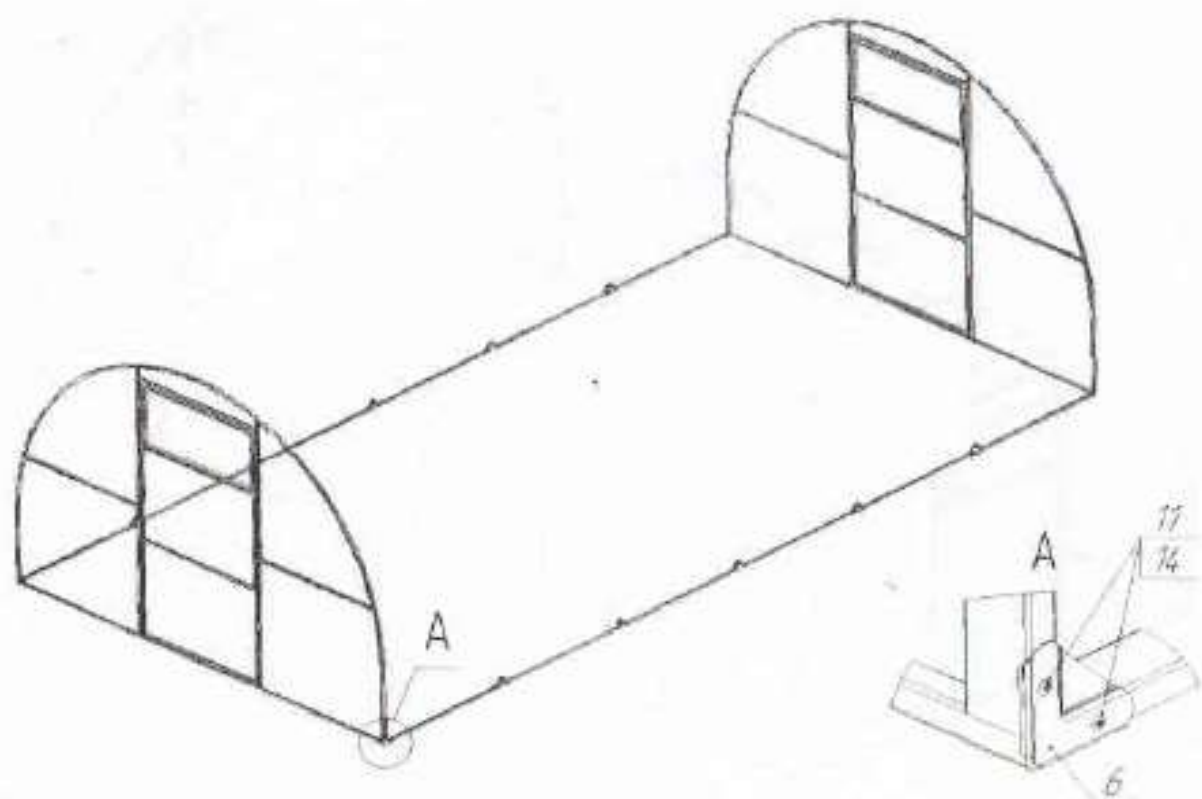

Рис. 4
5.4 Состыкуйте нижние стрингера с торцами (рис. 4)